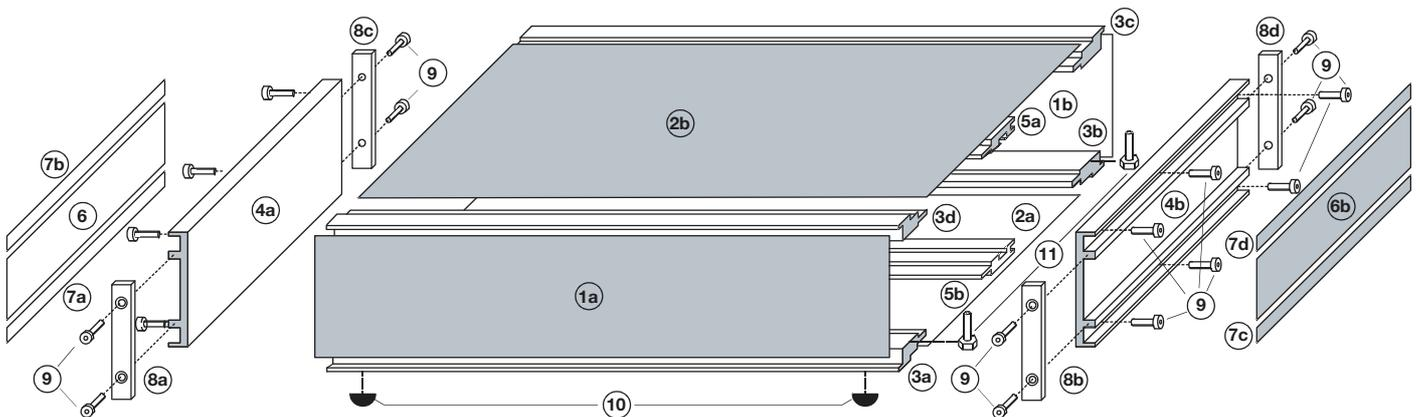

Bild 13: Gehäusezeichnung
Im ersten Schritt der Gehäusemontage (Abbildung 13) entsteht der Gehäuseboden mit Seitenteil, bestehend aus den drei Modulschienen (3a, b, 5b), dem Seitenprofil (4a) und dem Bodenblech (2a). Die Modulschienen werden hierzu mittels dreier Gehäuseschrauben (9), jeweils mit aufgesteckter M4-Zahnscheibe, an das Seitenprofil geschraubt, jedoch noch nicht festgezogen. Die geriffelten Flächen der Modulschienen müssen dabei jeweils nach unten und zur Gehäuseaußenseite weisen.